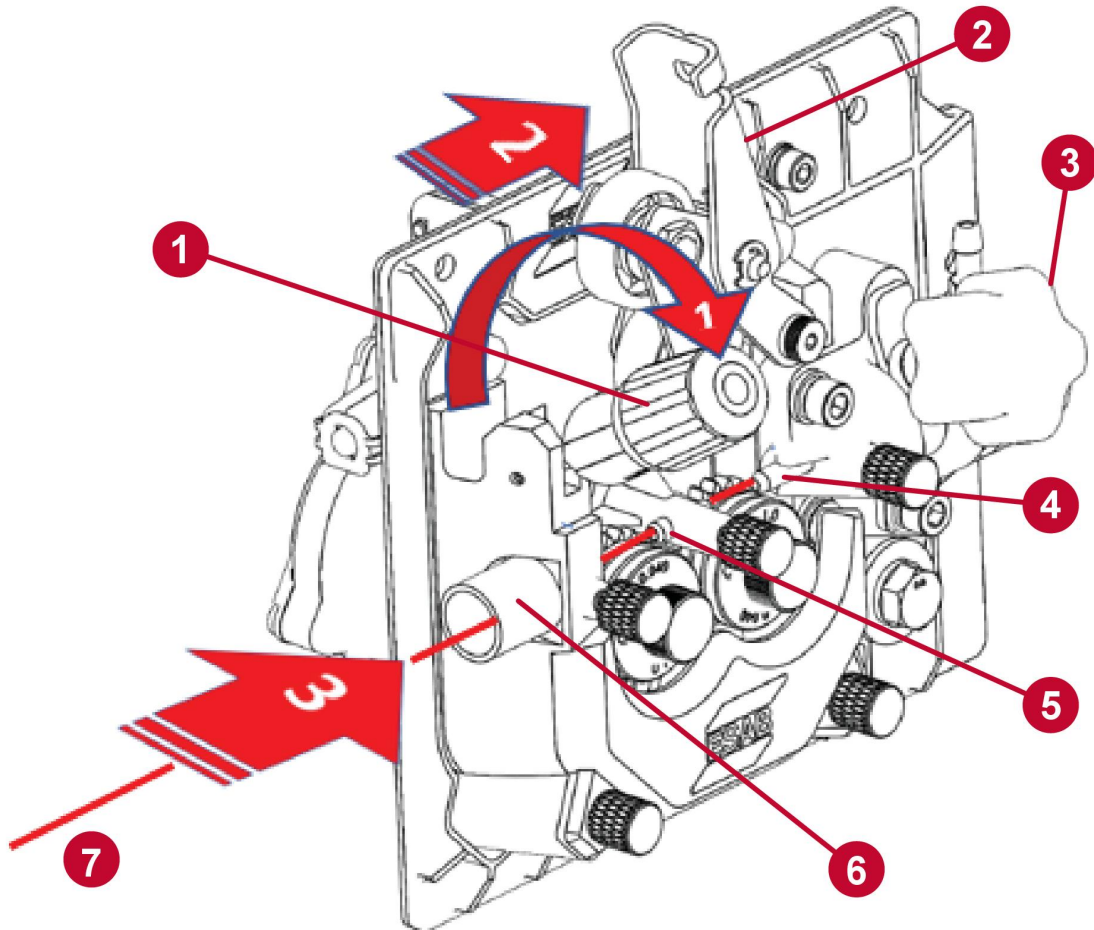

Figure 19. Mécanisme de dévidage
4. Desserrez le bouton de tension, retirez-le de son cran et faites-le pivoter vers vous pour dégager le bras tendeur (voir (1) dans la figure 19).